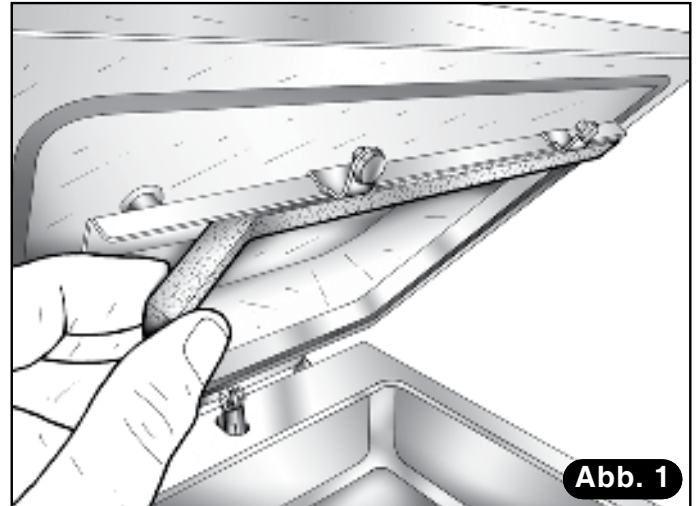

Abb. 1
- 2) Silikonprofil vom Gegenbalken entfernen (**Abb. 1**).